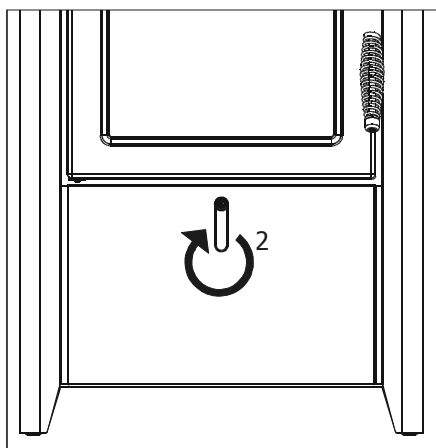

Fig.6 Ingresso aria secondaria
L'aria secondaria come detto è quella che permette il completamento della combustione e l'innalzamento dei rendimenti (leva in pos.2-fig.6).
La posizione della leva nella fig.6 determina la potenza nominale riducendo al minimo l'aria primaria e l'ingresso dell'aria secondaria.